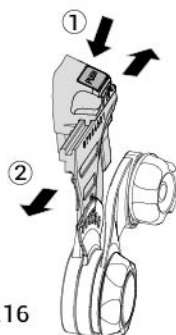

fig.16
- Para ajustar a distância entre o rosto do utilizador e a lente, prima o botão para baixo em cada adaptador e, em seguida, deslize para a frente ou para trás (ver fig. 16).